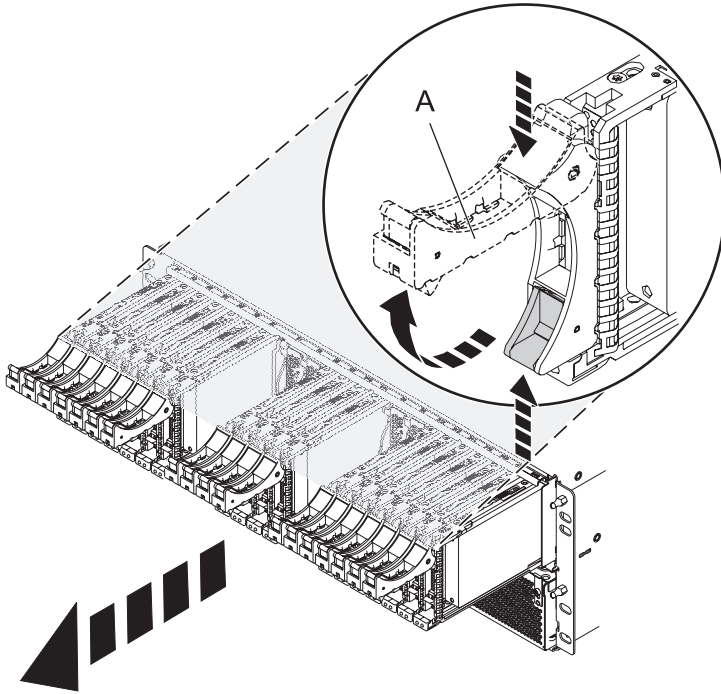

Figure 64. Retrait des unités du fond de panier
4. Retirez les unités et les obturateurs, comme illustré dans la figure 64.